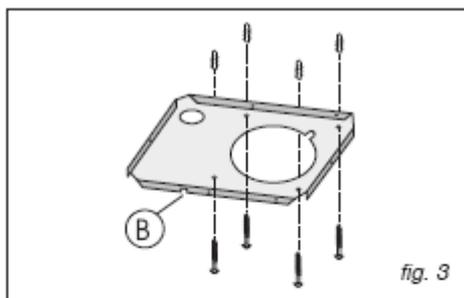

fig. 3
- Fixe o estribo ao tecto com ajuda dos parafusos e cavilhas fornecidos (fig. 3); ter atenção porque o posicionamento do estribo determina a posição final do aparelho: o lado B corresponde ao lado oposto aos comandos.